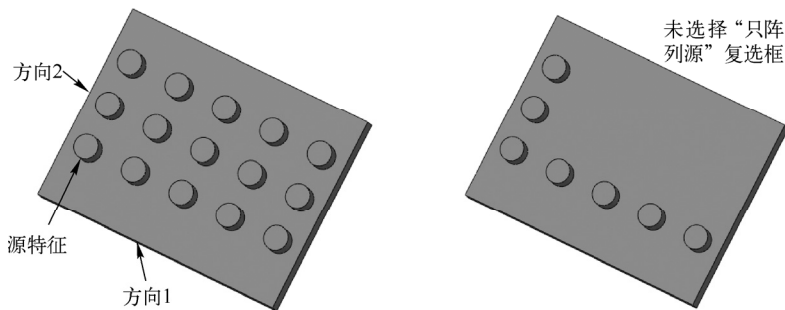

图 7-4 只阵列源与阵列所有特征的效果对比
- 8) 在“方向 2”选项组中有一个“只阵列源”复选框。如果选择该复选框，则在第 2 方向中只复制原始样本特征，而不复制“方向 1”中生成的其他子样本特征，如图 7-4